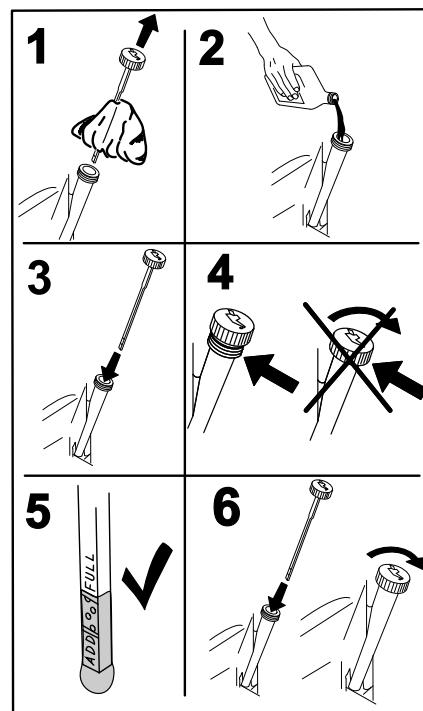

図 40
5. 所定量の 80% 程度のオイルをゆっくり入れ、そこから、残りの量を注意深く足して FULL マークまで入れる（図 40）。